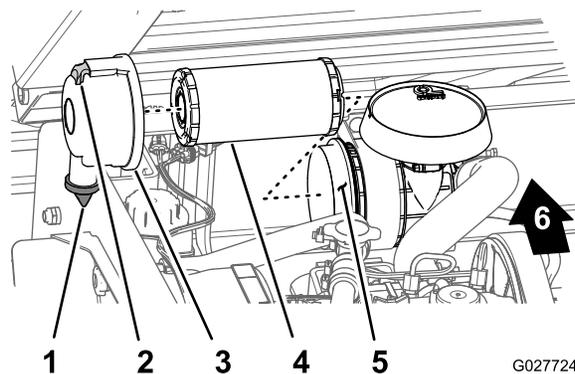

Figura 34
- Verifique se existe algum dano no corpo do filtro de ar que possa provocar uma fuga de ar (Figura 34).
- Puxe o trinco para fora e rode a cobertura do filtro de ar no sentido contrário ao dos ponteiros do relógio (Figura 34).
- Suavemente, faça deslizar o elemento do filtro para fora da caixa (Figura 34) para reduzir a quantidade de pó deslocado.
1. Limpe a porta de ejeção de sujidade que se encontra na cobertura do filtro de ar (Figura 34).
2. Retire a válvula de saída em borracha da tampa, limpe a cavidade, e volte a colocar a válvula de saída (Figura 34).
3. Insira o elemento do filtro na caixa do filtro de ar pressionando a aba exterior do elemento para o encaixar na caixa (Figura 34).
4. Alinhe a cobertura do filtro com a caixa do filtro com a válvula de saída de borracha numa posição descendente—entre, aproximadamente, as 5 e as 7 horas quando vista a partir da extremidade (Figura 34).
5. Prenda a cobertura à caixa com as patilhas (Figura 34).